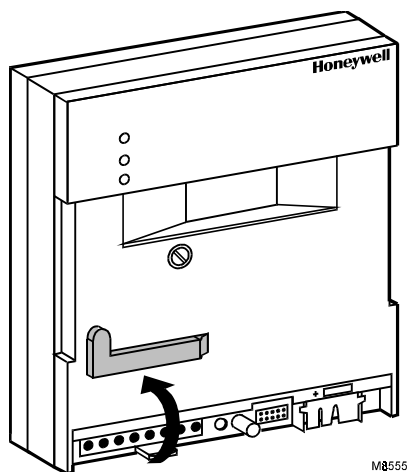

Fig. 2. Retirer l'outil.
2. Retirer l'outil métallique spécial situé vers le bas du boîtier. Voir Fig. 2.